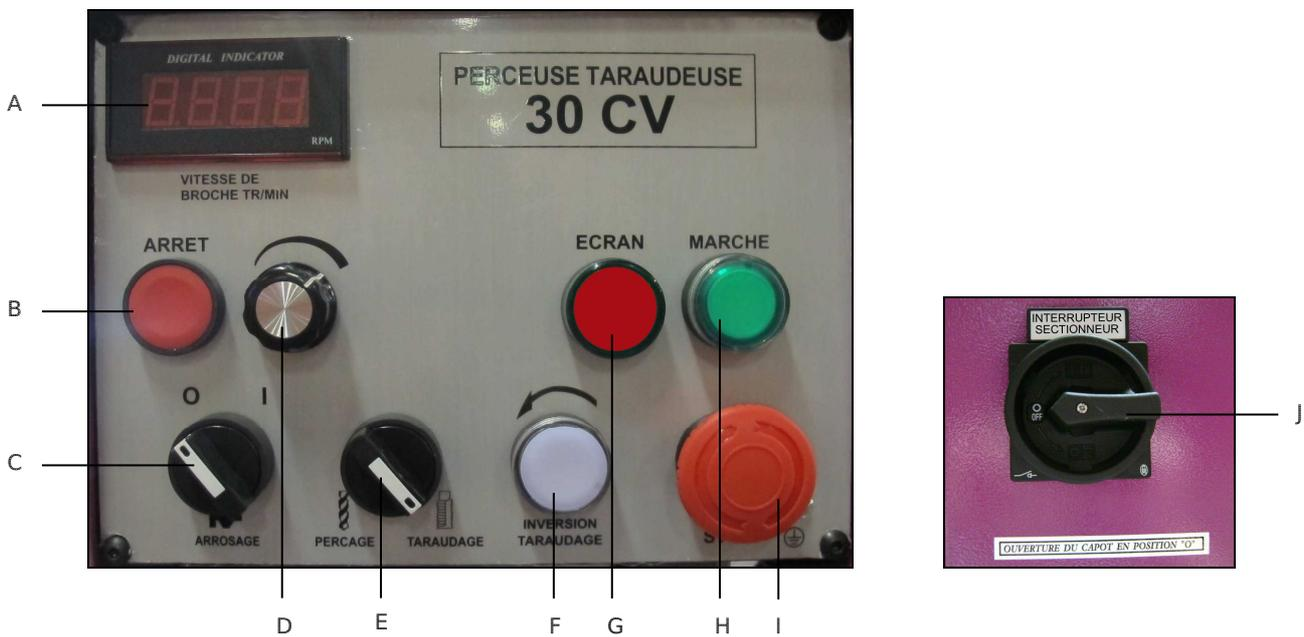

Figure 2
Le réglage des vitesses de rotation de la broche s'effectue par l'intermédiaire d'un variateur électronique à l'aide d'un potentiomètre (B fig.2). La vitesse de la broche apparaît sur l'affichage digital (A fig.2) du panneau de commandes de la machine (de 150 tr/min à 3000 tr/min).
- Veiller à ce qu'une quantité suffisante de liquide de coupe (composé d'eau et d'huile soluble) est introduite dans la base de la perceuse (retirer la plaque (A) au préalable).
- L'arrosage est assuré par une électropompe (B) aspirant dans le bac de remplissage le liquide de coupe.
- Actionner le commutateur d'arrosage (C fig.2) situé sur le panneau de commandes.
- Le réglage du débit est assuré par un robinet (C) situé en amont du flexible liquide de coupe (D) (position perpendiculaire : fermé).